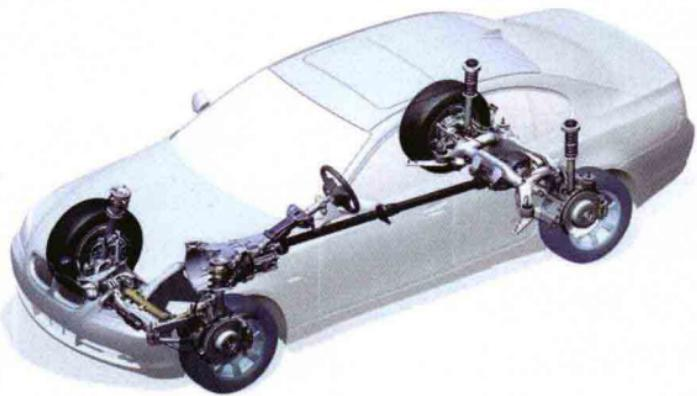

图1.2 汽车底盘由传动系、行驶系、转向系、
②底盘接受发动机的动力，使汽车产生运动，并保证汽车按照驾驶员的操纵正常行驶。底盘由以下几部分组成见图1.2：